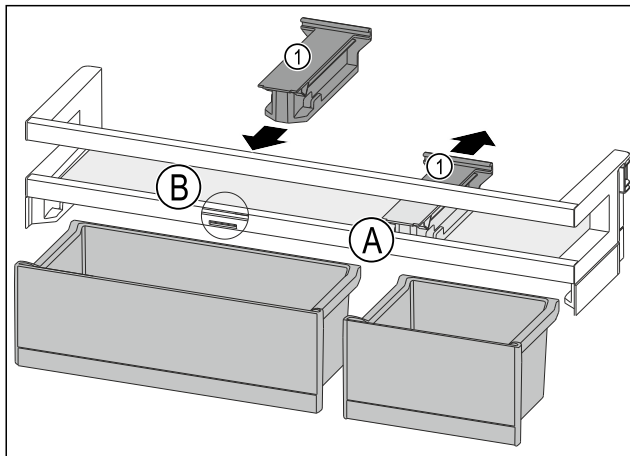

Fig. 87
- Bevestigingsdeel Fig. 87 (1) in positie Fig. 87 (A) naar achteren wegtrekken.
- Bevestigingsdeel Fig. 87 (1) in positie Fig. 87 (B) plaatsen.